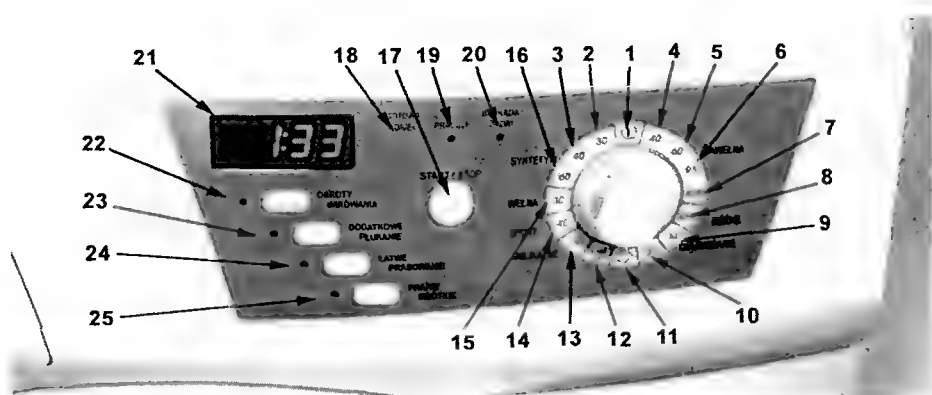

Рис. 1.15.1
- устанавливают переключатель программ в положение 1 (рис. 1.15.1);
- последовательно устанавливают ручку выбора программ в любое из положений 4—11 (см. рис. 1.15.1), причем, положение 4 соответствует последнему коду ошибки, 5 — предпоследнему и т. д.;
Следует отметить, что в серии РС СМ HANSA имеются две линейки — «Optimum» и «Comfort». Они отличаются набором функций и некоторыми техническими характеристиками, а внешне — отсутствием у первой линейки индикатора 21 (см. рис. 1.15.1), а также назначением некоторых кнопок. Так как расположение элементов управления у обеих линеек СМ идентично (кроме индикатора), на рисунке приведена передняя панель
В линейке «Comfort» код ошибки отображается на индикаторе 21 в виде буквы «Е» и двузначного цифрового значения (Ехх), а «Optimum» — в виде комбинаций свечения индикаторов 22—25 (рис. 1.15.1), расположенных рядом с функциональными кнопками.